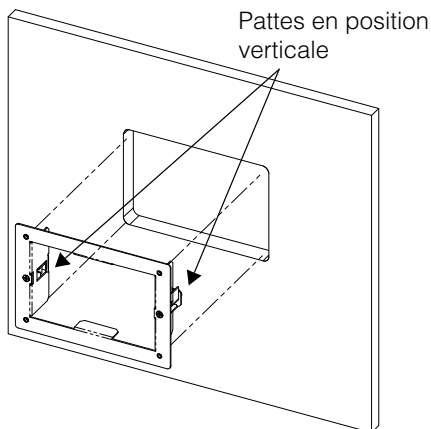

Figure 2-4 Insertion de la plaque de fixation
3. Insérer la plaque de fixation dans le trou avec les deux pattes en position verticale (voir la Figure 2-4).